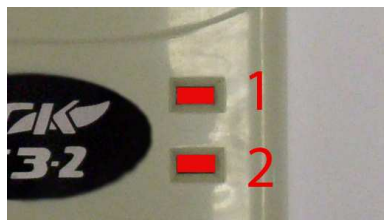

Рисунок 16. Индикаторы сигнализатора СЗ-2.
6.3. Затем индикаторы загораются красным светом на 1 секунду(см. рисунок 16). При этом раздается звуковой сигнал.